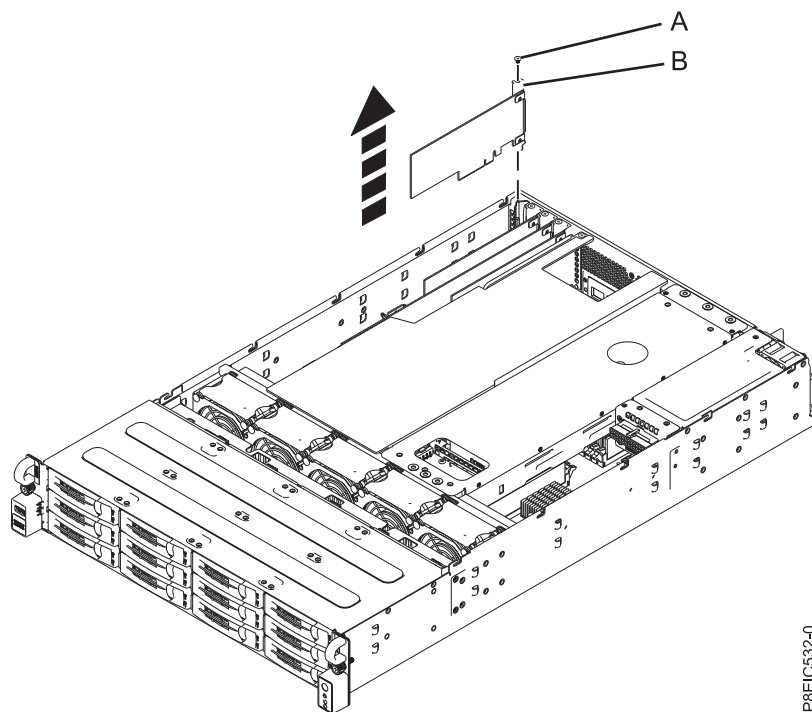

図 45. PCIe アダプターの取り外し
- b. プラス・ドライバーを使用して、PCIe アダプター・スロット番号 1 のシステム・シャーシにスーパーキャパシター・モジュール・カードを固定しているねじ **(A)** を緩めて取り外します。スーパーキャパシター・モジュール・カード **(B)** を取り外します (43 ページの図 45 を参照)。
4. プラス・ドライバーを使用して、システム・シャーシに PCIe アダプターを固定しているねじ **(A)** を緩めて取り外します。PCIe アダプター **(B)** を取り外します (43 ページの図 45 を参照)。